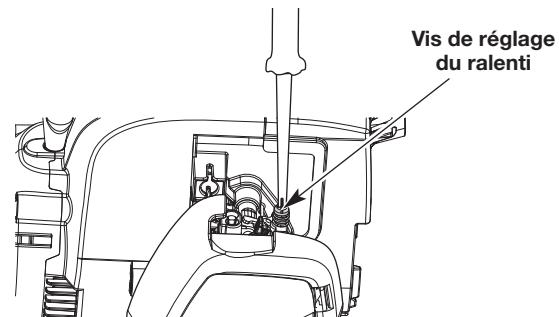

Fig. 21
- Relâchez la manette des gaz et laissez le moteur tourner au ralenti. Si le moteur s'arrête, utilisez un petit tournevis cruciforme pour tourner la vis de réglage du ralenti dans le sens des aiguilles d'une montre, de 1/8e de tour à la fois (autant de fois que nécessaire), jusqu'à ce que le ralenti du moteur soit régulier (Fig. 21).
- Si la vitesse de ralenti du moteur vous semble trop rapide, tournez la vis de réglage du ralenti dans le sens inverse des aiguilles d'une montre, de 1/8e de tour à la fois (autant de fois que nécessaire) afin de réduire la vitesse de ralenti (Fig. 21).